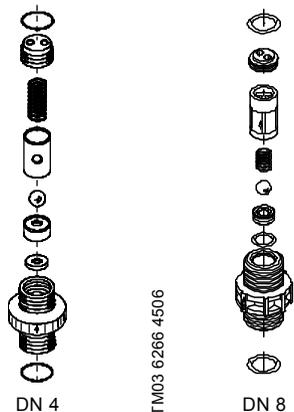

Рис. 70 Подпружиненный клапан DN 4 / подпружиненный клапан DN 8
- Разберите внутренние детали (как показано на рис. 70).